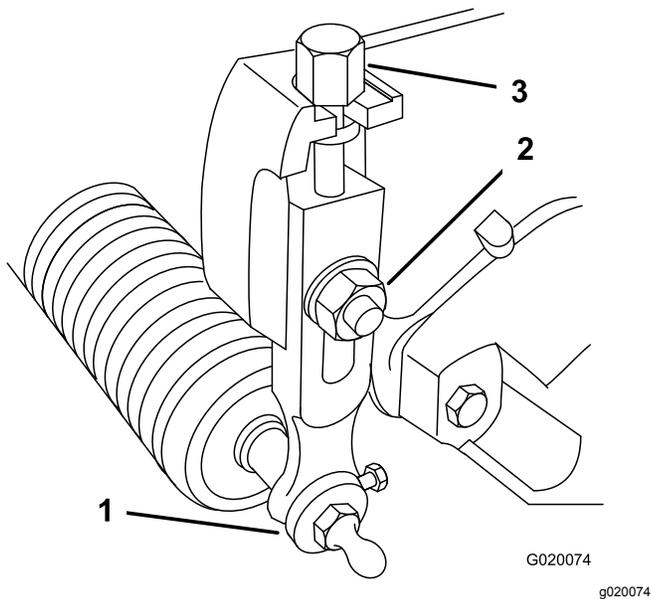

图18
1. 松开将剪草高度臂固定到滚刀组侧板上的锁紧螺母 图 18。